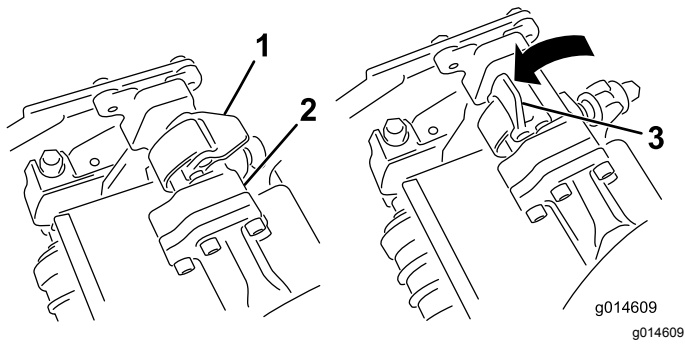
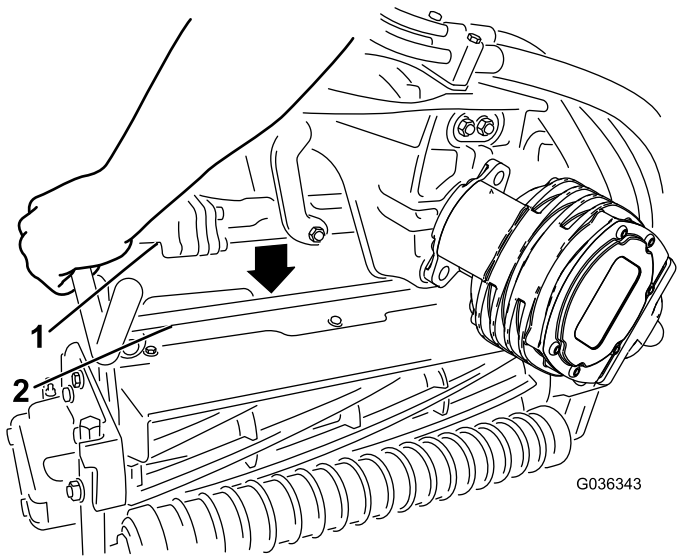

Figura 50
Figura 51
4. Con los enganches del brazo de suspensión orientados hacia arriba (es decir, abiertos (Figura 50), empuje hacia abajo el brazo de suspensión de modo que la barra encaje en la barra situada en la parte superior de la unidad de corte (Figura 51).
- Presione los enganches hacia abajo alrededor de la barra de la unidad de corte y bloquéelas (Figura 50).
5. Abra los enganches de la barra del brazo de suspensión de la unidad de corte que está retirando (Figura 50).